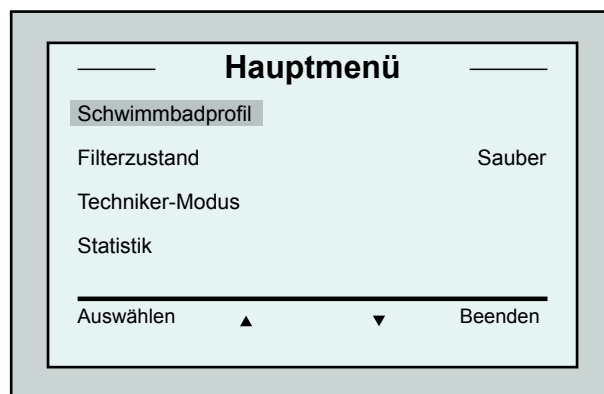

Abbildung 6: Hauptmenü - Bildschirm
Der Dolphin Wave ist in der Lage, mit 4 verschiedenen Schwimmbad-Konfigurationen zu arbeiten. Nach Einstellung dieser Konfigurationen werden sie im Speicher der MMI-Bedienkonsole gespeichert. Der Roboter wird in der Fabrik mit speziellen Standard-Schwimmbadeinstellungen versehen, die Sie ändern können. Wir verweisen Sie auf den ersten *Hauptmenü-Bildschirm*, Abbildung 6 und Kundenspezifische Einstellungen, Seite 71.
2. Drücken Sie auf die Taste **Menü**, um zum *Hauptmenü* zu gelangen (Abbildung 6).